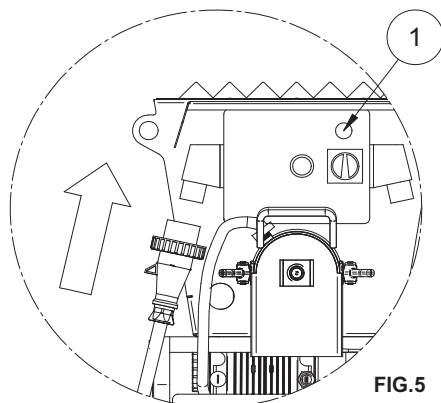

FIG.5
10.1 ALLACCIAMENTO ELETTRICO (vedi fig.5)
Collegare l'alimentazione alla spina del mescolatore posta sul quadro elettrico (fig.5).
Quando il cavo è collegato, dare tensione, la spia verde posta sul quadro elettrico (rif.1,fig.5) si illuminerà se il collegamento sarà corretto e la tensione presente.